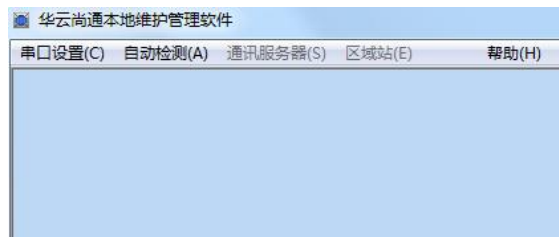

图 1-10 启动界面
(1) 在计算机端打开调试软件，启动“华云尚通本地维护管理软件”程序，如图 1-10 所示。